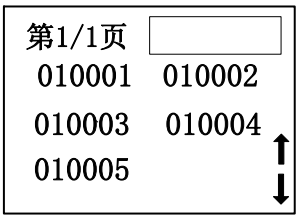

图15
➤ **MP3 播音：**此播音模式的音源为 SD 卡，按【MP3】键进入 MP3 播音模式（图 13、图 15）。作为背景音源，功率放大器输出音量可调。MP3 播音主界面按【菜单】键可对 MP3 播音的循环方式进行设置（图 14）。
④音源符号：此符号代表当前的音源为 SD 卡。
⑤表示目前播放的 SD 卡音源中共有 32 首歌曲，目前选中的是第一首。按【上翻】/【下翻】键可以切换歌曲。
⑥下翻提示符：表示有显示不下的分区，长按【下翻】键即可查看下一页的分区信息，翻页后的界面（图 15）。